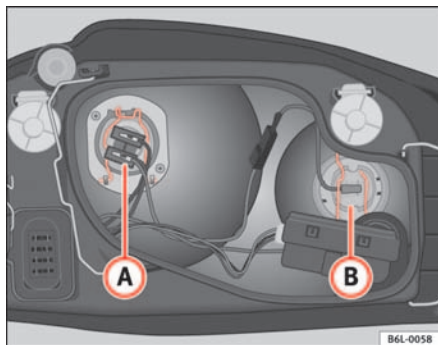

Fig. 143 Lámpara luz de carretera
- Extraiga el conector del cable de la lámpara (B) ⇒ fig. 143